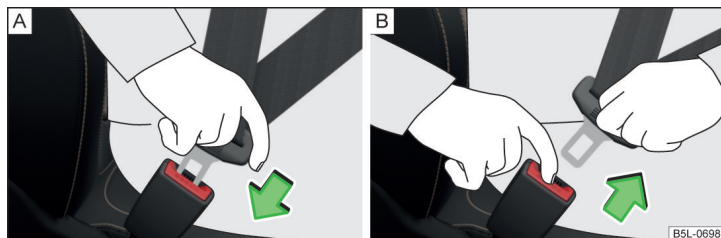

Fig. 19 Colocar y quitar el cinturón de seguridad
- Introduzca la lengüeta en el cierre correspondiente al asiento » **fig. 19** - [A] hasta que se oiga como encaja.
- Agarrar la lengüeta del cinturón y pulsar la tecla roja en el cierre del cinturón » **fig. 19** - [B], la lengüeta del cinturón saldrá disparada.